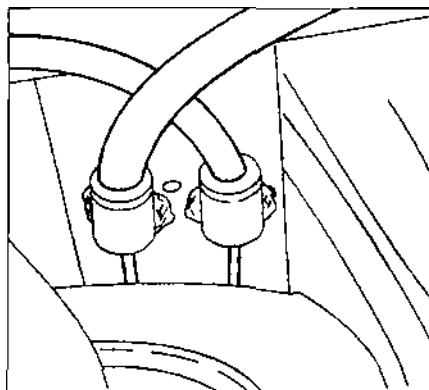

Рис. 7.63.
- открутив гайку, отсоединить трос от кронштейна топливного бака (рис. 7.63), а затем снять задние тросы с автомобиля.